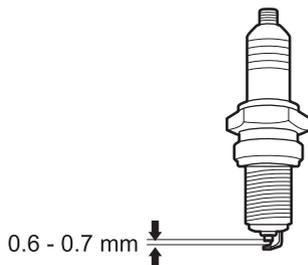

Fig. 18
- > Débranchez le connecteur de la bougie (2).
- > Dévissez la bougie avec la partie de l'outil multi-usage (23) destinée à cet effet, et retirez-la délicatement.
- > Vérifiez l'écartement de la bougie. Il doit être de 0,6 à 0,7 mm (fig. 18).